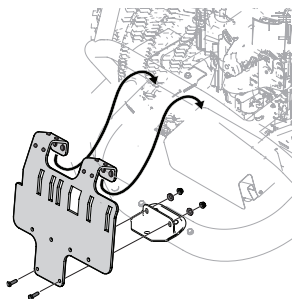

Figure 5
4. Accrochez le support de l'adaptateur au tube à cadre supérieur et connectez-le à l'adaptateur du support d'attelage (789-02298) au moyen de deux vis (710-0376), deux rondelles de tasse (736-0242) et de deux contre-écrous d'épaulement (712-04063). Consultez la Figure 5.